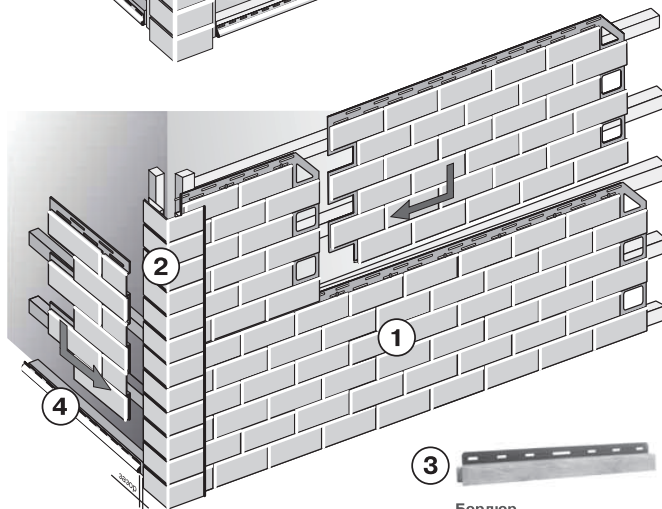

Рис. 1
3. Монтаж фасадных панелей выполняется на деревянную обрешетку влажностью не более 15–20%, пропитанную огнестойким и антисептическим составами. Рекомендуемое сечение брусков обрешетки 40x40 мм (45x30, 50x40). Рейки обрешетки устанавливаются горизонтально по поверхности, на которую будут монтироваться фасадные панели, рекомендуемое расстояние между нижними линиями основных реек – 44 см. Для придания панелям большей жесткости рекомендуется монтировать дополнительную горизонтальную рейку посередине между основными рейками обрешетки (рис. 1). Основные и дополнительные рейки должны обеспечивать ровную поверхность в одной плоскости. Для монтажа наружных углов рейки обрешетки устанавливаются вертикально на расстоянии 10 см от каждого наружного угла строения.
6. Установку панелей на стены здания рекомендуется производить горизонтально, работая слева направо, снизу вверх (рис. 1).
3. Стартовая планка устанавливается строго горизонтально в самом низу стены на расстоянии 1 см от углового элемента (рис. 1). Линии крепления стартовой планки должны совпадать на всех углах здания. Стартовая планка крепится через каждые 30 см.
5. Край панели, который входит в паз углового элемента, должен быть обрезан под прямым углом. Необходимо подрезать первую и последнюю панели в ряду (рис. 1). Рекомендуется собрать панели в ряду, не закрепляя их, чтобы наметить линии отреза. Последняя панель в ряду не должна быть короче 30 см. Для сокращения расходного материала рекомендуется отрезанную часть панели использовать в качестве концевой или начальной в другом ряду (рис. 1,2).